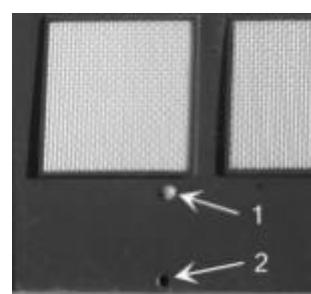

Fig. 21
- b) Take the plug out of the overflow hole (Fig 21/1), mounting it in the drain hole (Fig 21/2).
- b) Sortir le bouchon de l'orifice du déversoir (fig. 21/1) et le placer dans l'orifice de drainage (fig. 21/2).
- b) Sacar el tapón del orificio de rebosadero (fig. 21/1) y colocarlo en el de drenaje (fig. 21/2).